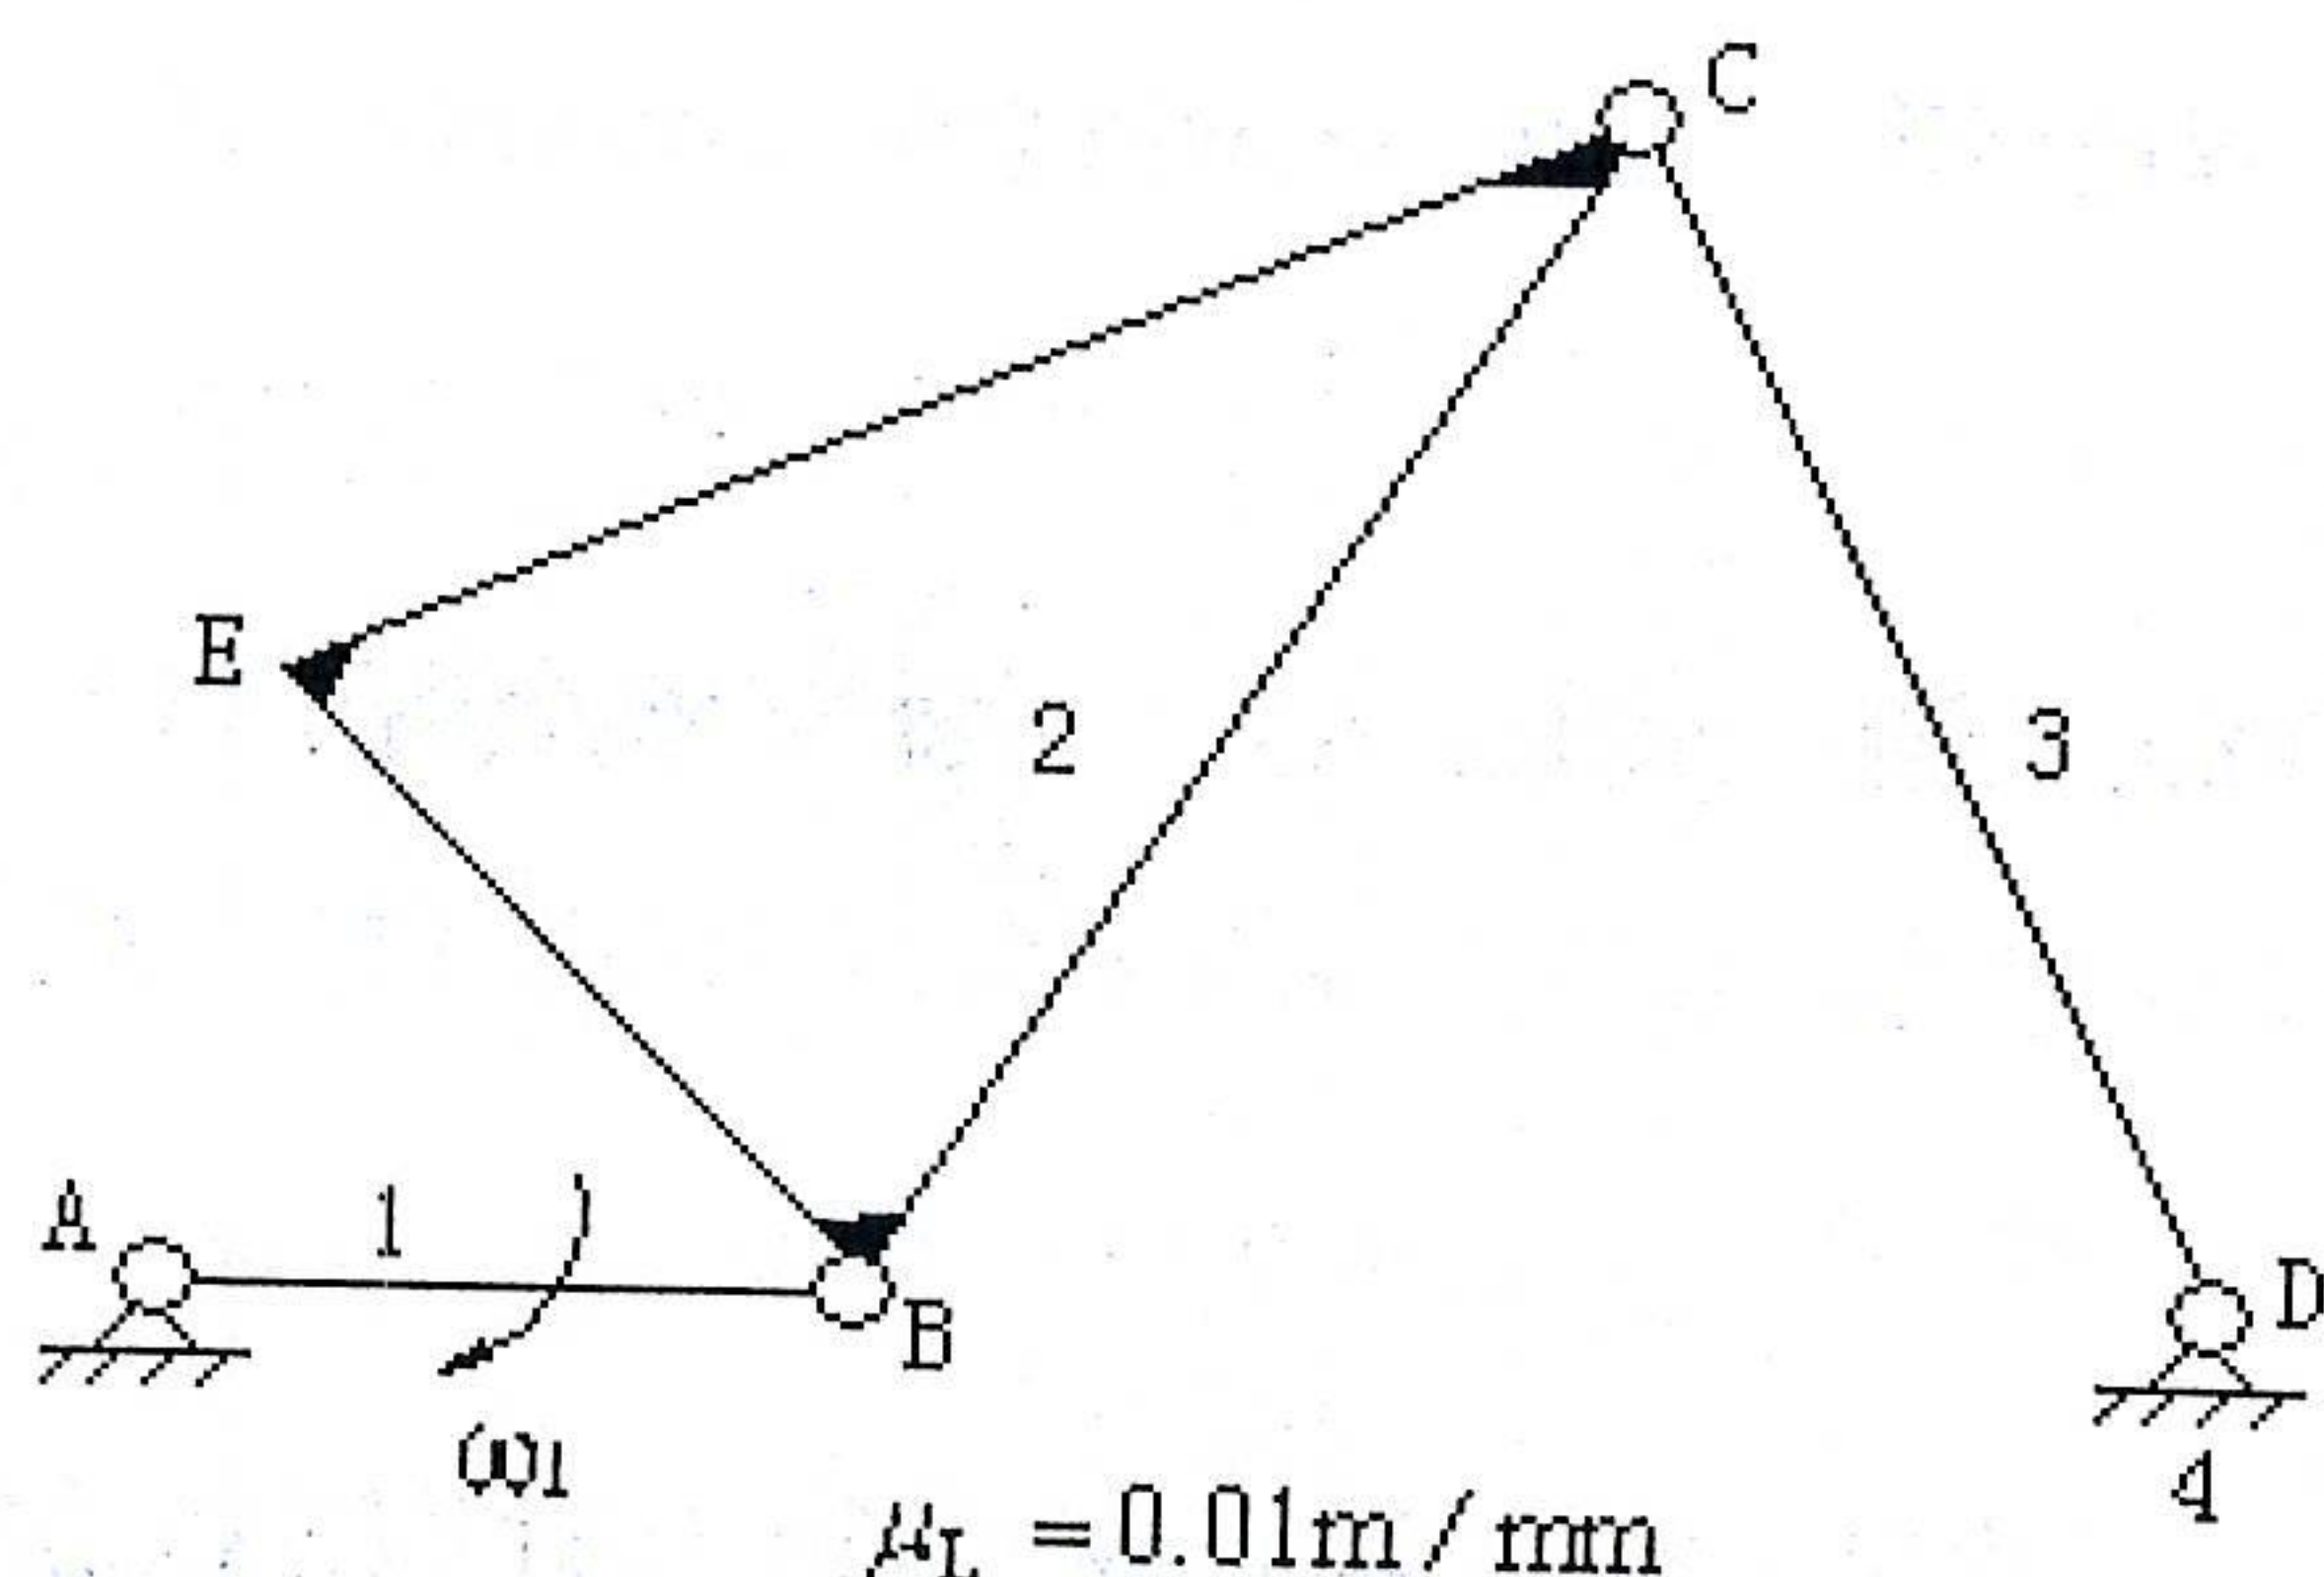

图 5 (题四、3 图)
(1) 凸轮的理论廓线; (2) 凸轮的基圆; (3) 凸轮机构的偏距圆; (4) 凸轮与从动件在D点接触时的压力角; (5) 凸轮与从动件从在C点接触到在D点接触时凸轮转过的角度。
3. (10分) 在图 5 所示机构运动简图中, 原动件1以等角速度 $\omega_1 = 1rad/s$ 转动, 试用矢量图解法求机构在此位置时E点的速度 v_E 和构件2的角速度 ω_2 。